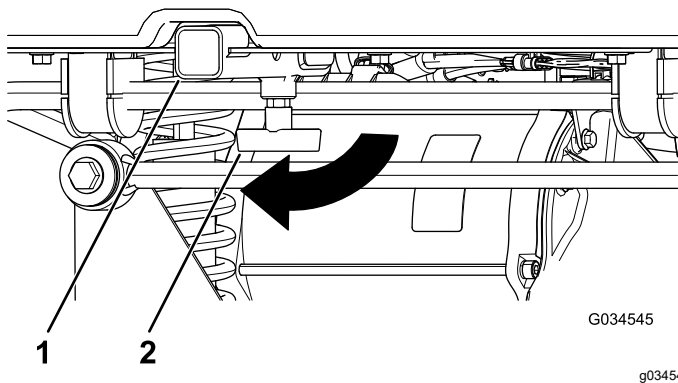

Bild 20
1. Drehen Sie den T-Bügel nach rechts, um ihn zu lösen (Bild 20).
2. Setzen Sie das Zubehör in die Aufnahme, bis die Löcher ausgefluchtet sind (**Bild 20**).